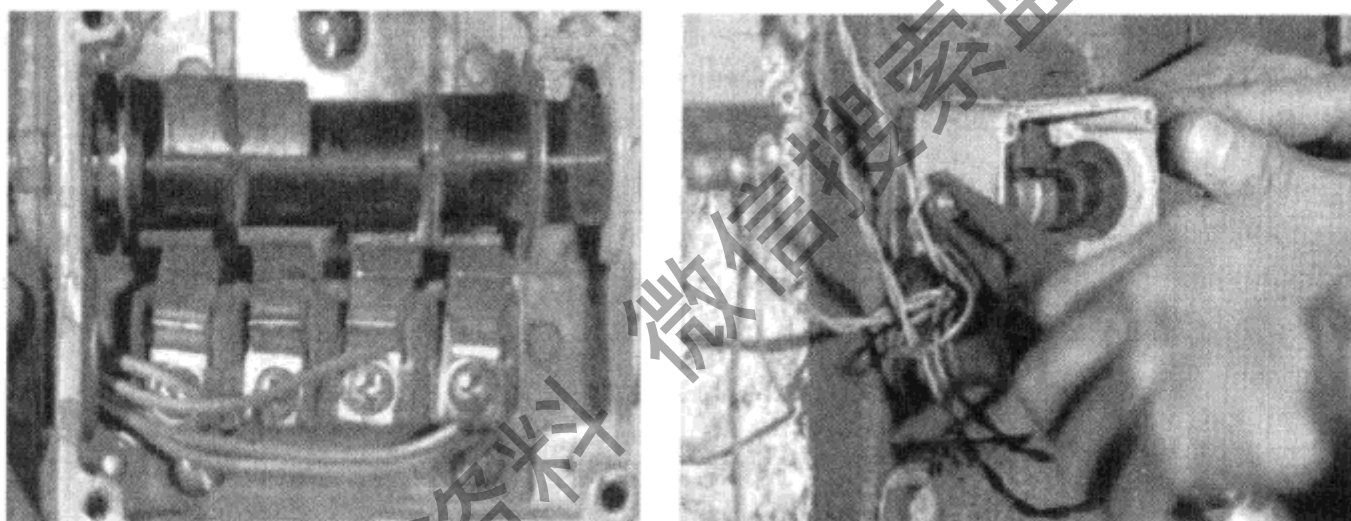

图 5-31 行程开关及其调整
⑤ 接触器  $KM_2$ 、 $KM_3$  的线圈断线或触点接触不良，应重接或更换。
(3) 摇臂升降后不能夹紧
① 行程开关  $SQ_3$  的安装位置不当，需进行调整，如图 5-31 所示。